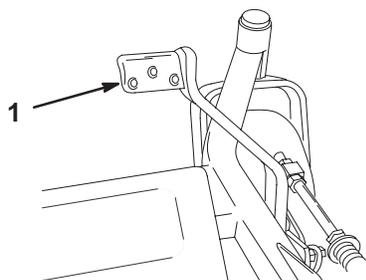

Figure 21
2. Appuyez sur le levier tout en tirant sur le levier de sélection de hauteur de coupe (Fig. 21).